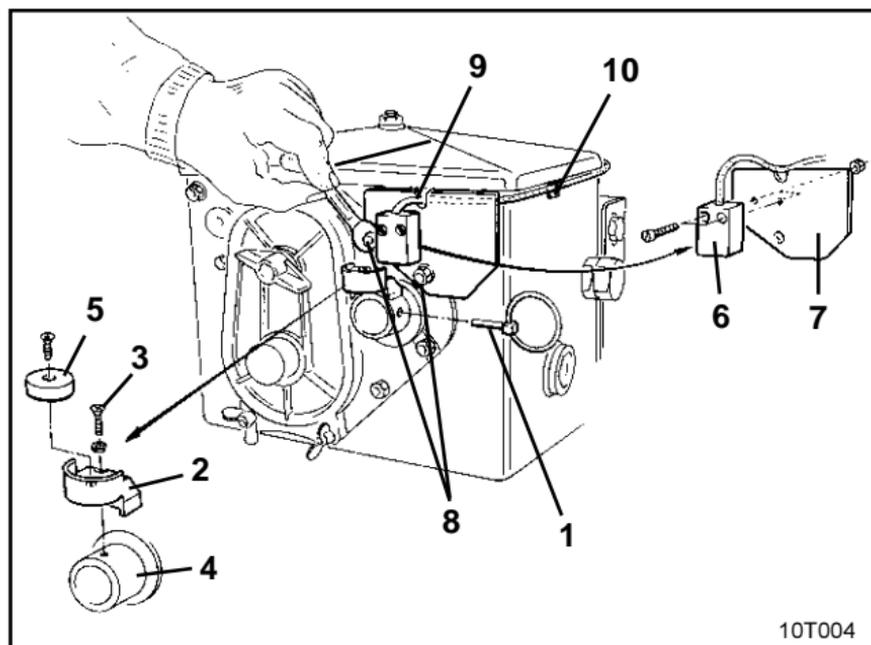

Fig. 9.1
- Enlevez la goupille agricole (fig. 9.1/1), servant à accoupler l'arbre d'agitation avec l'entraînement.
- Vissez sur l'arbre creux du boîtier sélecteur (fig. 9.1/4) le support d'aimant (fig. 9.1/2) en employant une vis-tôle M4 x 10 (fig. 9.1/3) et une rondelle grower.
- Vissez l'aimant (fig. 9.1/5) sur son support en utilisant une vis-tôle M4 x 10.
- Vissez le capteur (fig. 9.1/6) sur son support (fig. 9.1/7).
- Vissez le support de capteur (fig. 9.1/7) sur le boîtier sélecteur en utilisant deux écrous du carter de boîtier (fig. 9.1/8).
- Tirez le câble de connexion du capteur (fig. 9.1/9) jusqu'à la cabine du tracteur.
Fixez le câble au semoir à l'aide de plaquettes adhésives (fig. 9.1/10) et de sangles.
- ❑ Introduisez enfin la goupille agricole (fig. 9.1/1) dans l'arbre creux du boîtier sélecteur.